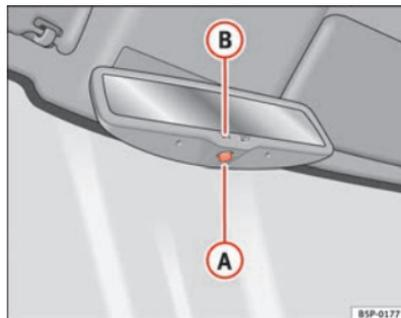

Fig. 89 Specchio retrovisore interno fotocromatico
- Premere il tasto **A** ⇒ fig. 89. La spia **B** si spegne.
- Premere il tasto **A** ⇒ fig. 89. La spia si accende.